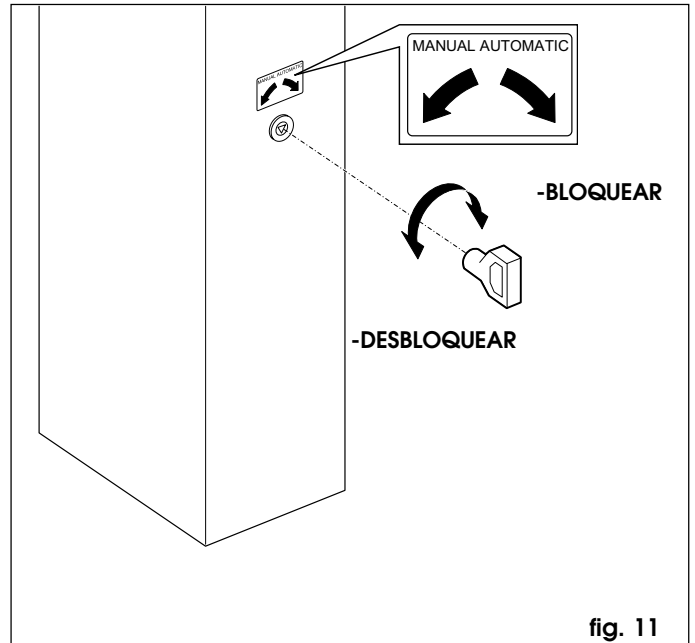

fig. 11
- Introduzcan la llave triangular estándar (Fig.11) en la cerradura y gírenla una vuelta en **sentido antihorario**.